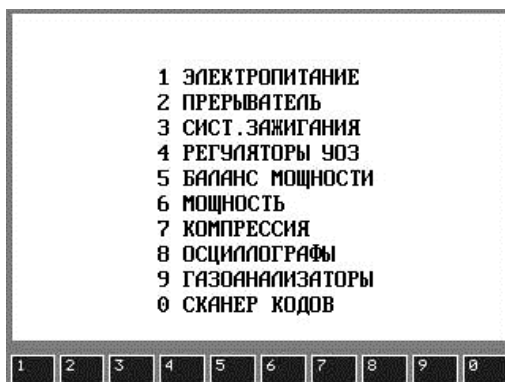

Рис. 1.4. Меню выбора основных режимов измерений
4. После выбора модели автомобиля, нажать кнопку **МЕНЮ** для отображения меню основных режимов (рис. 1.4).